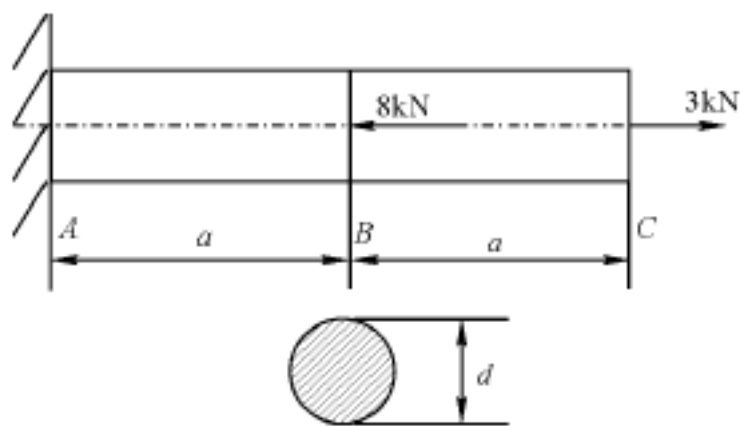

图 2.9
3. 如图 2.9 所示圆截面直杆, 已知直径 $d = 10 \text{ mm}$, $a = 1000 \text{ mm}$, 材料的弹性模量 $E = 200 \text{ GPa}$,